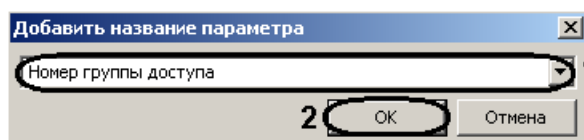

Рис. 3.6—22 Добавление названия параметра
- 4.3.1 Из раскрывающегося списка выбрать необходимый параметр (см. Рис. 3.6—22, **1**).